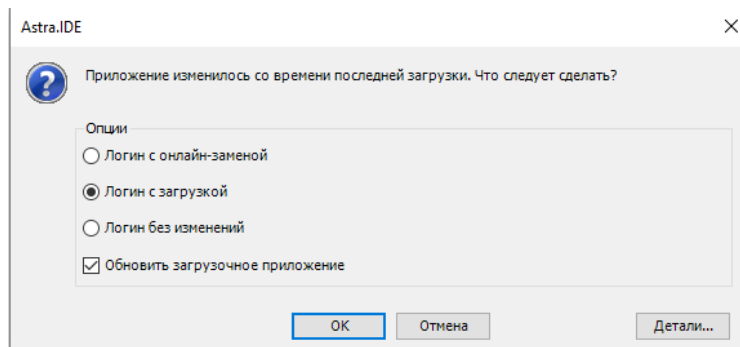

Рисунок 4.8 – Окно загрузки прикладного ПО
3.9. В окне загрузки прикладного ПО (рисунок 4.8) выбрать «Логин с загрузкой», установить галочку «Обновить загрузочное приложение» и нажать кнопку «ОК».